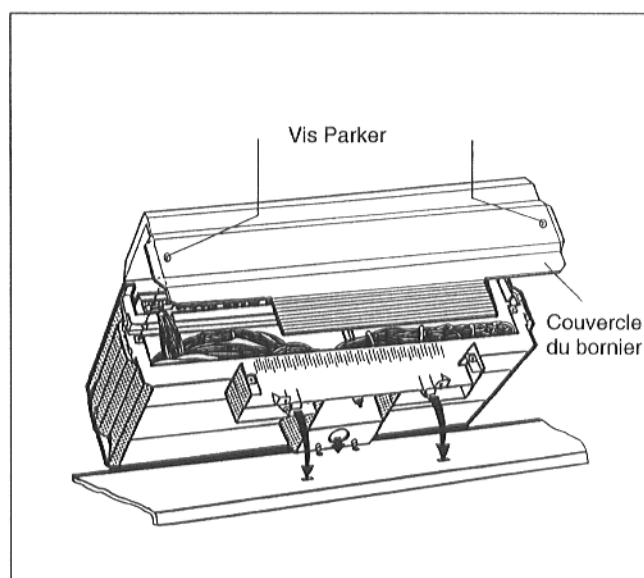

Fig. 21
- Retirer les deux vis Parker du couvercle du bornier et retirer le couvercle (Fig. 21).
- Poser le tableau de commande de manière à introduire les crochets dans les trous oblongs, tirer le tableau de commande vers l'avant puis le basculer vers l'arrière, jusqu'à ce que les crochets élastiques s'encliquettent à gauche et à droite (flèche – Fig. 21).
- Visser le couvercle du bornier sur la face arrière du tableau de commande à l'aide de deux vis Parker (Fig. 21).